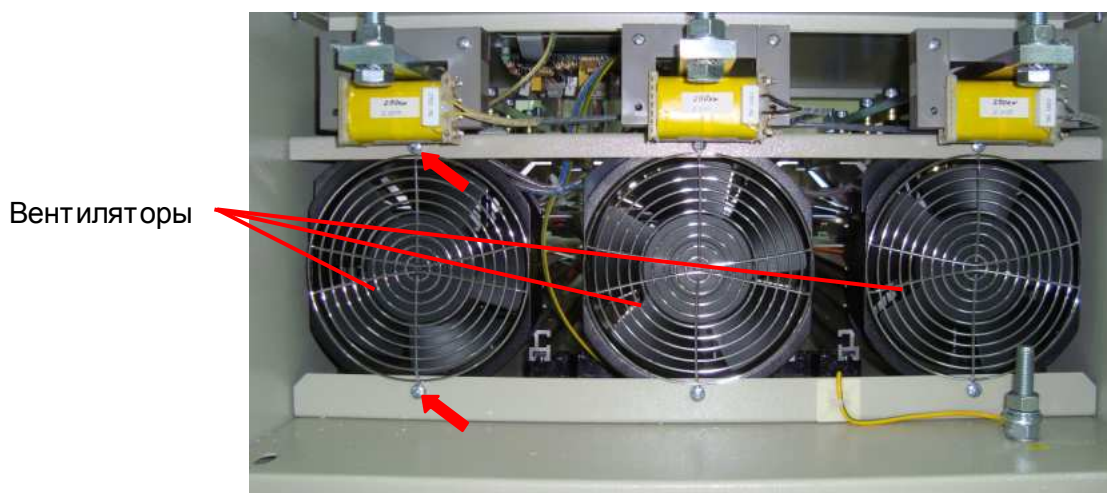

Рис. 7.17
7.6.3. Вставить вентилятор внутрь корпуса УПП и зафиксировать его вместе с защитной решеткой двумя винтами (рис. 7.17, красные стрелки)